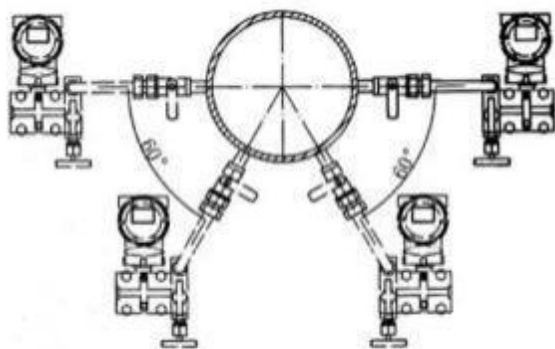

图 4：液体流量测量水平管道安装图
① 如图 4 和 5 所示：测量液体和水蒸汽介质流量时，取压管口最佳安装角度为 0° 和 180° ；如果在 0° 和 180° 不可能安装时，可在 $0^\circ \sim 60^\circ$ 和 $120^\circ \sim 180^\circ$ 范围内选择。但差压变送器必须垂直安装在三阀组的垂直端面上。